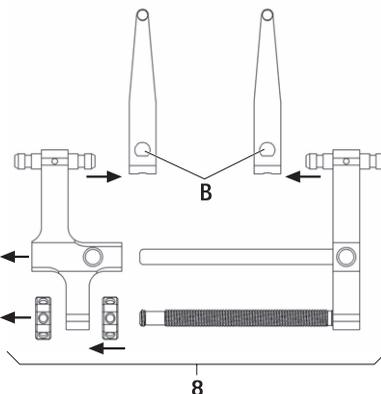

Fig. 4
- ▶ Desmontar o distractor 8 juntamente com as lâminas de distração, ver Fig. 4: Accionar a corredeira B e retirar a lâmina de distração.